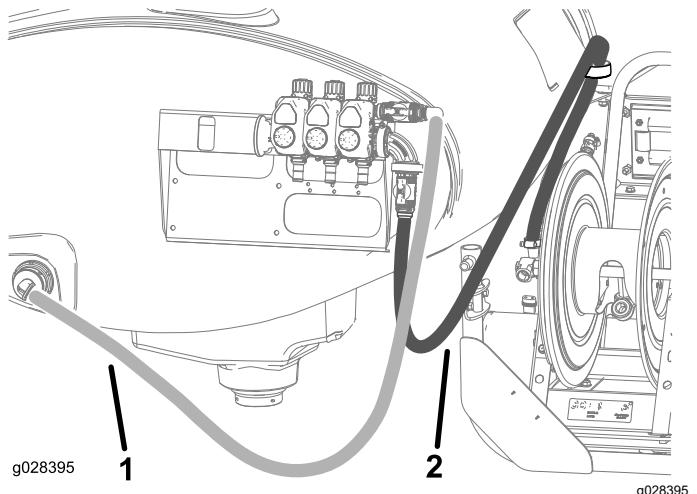

Figura 22
15. Enrute la manguera de suministro del carrete de la manguera según se muestra en Figura 22, y sujetela al carrete de la manguera con una abrazadera.